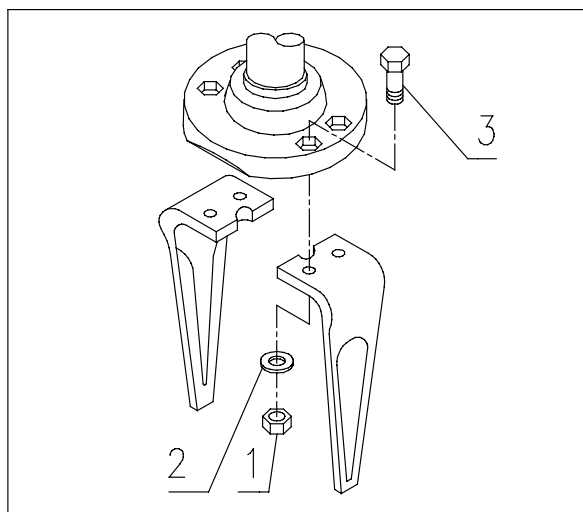

FIG. 13
La sostituzione dei denti deve essere fatta appoggiando l'erpice su due solidi supporti laterali onde evitare improvvisi abbassamenti dell'attrezzo, per togliere i denti svitare il dado pos. 1, togliere la rondella pos. 2 e sfilare la vite pos. 3 fig.13